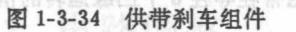

图 1-3-34 供带刹车组件
注意:在更换并拆下卷带盘之前,沿图 1-3-34 中箭头所示方向移开供带刹车。注意不要触摸供带刹车上的衬垫面。
- ⑥ 用清洗工具清洗卷带轴,清洗之后加 1~2 滴润滑油(用加油工具)。
- ⑦ 当再安装供带盘组件时,用镊子将供带刹车组件沿图 1-3-34 中箭头所指示方向暂时推开。
- ⑧ 当将卷带盘安装在机座上的卷带轴上时,需放置卷带盘垫片和支承座组件。
- ⑨ 安装张力臂和张力带组件。